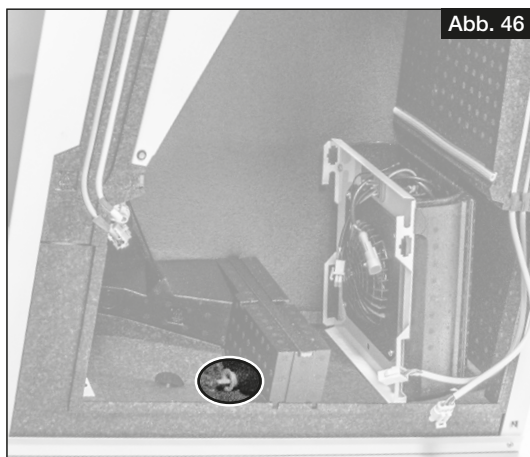

Abb. 46
① **Wird die Kälterückgewinnung aktiviert, muss der Stopfen am Geräteboden entfernt werden (s. Abb. 46), um den Kondensatablauf zu gewährleisten (vgl. auch Kapitel 4.3 „Kugelsiphon montieren“).**